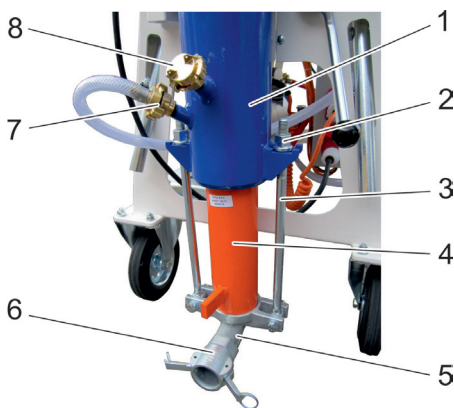

Рис. 8: Монтаж шнекового насоса
- Ослабьте винты на тягах (рис. 8, поз. 2 + 3) и снимите патрубок насоса с шнековым насосом (рис. 8, поз. 5 + 4).
для гипсовой штукатурки:           рис. 8, поз. 7
для цементной штукатурки:       рис. 8, поз. 8